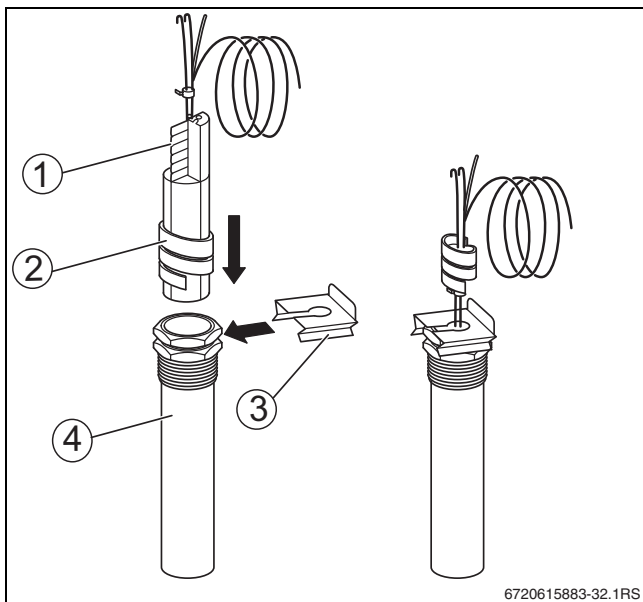

Fig. 31 Introducerea spiralei din plastic în teaca de imersie
- ▶ Fixați pachetul de senzori de temperatură cu o siguranță de senzor [3] în punctul de măsurare (→ fig. 31, pagina 27).
Atunci când este introdusă, spirala din plastic [2] se mișcă automat spre spate pentru a susține senzorul de temperatură (→ fig. 31, pagina 27).
Pentru a asigura contactul dintre teaca de imersie [4] și suprafețele senzorilor și pentru a realiza, prin urmare, un transfer de temperatură sigur, trebuie ca resortul de compensare [1] să fie împins între senzorii de temperatură (→ fig. 31, pagina 27).